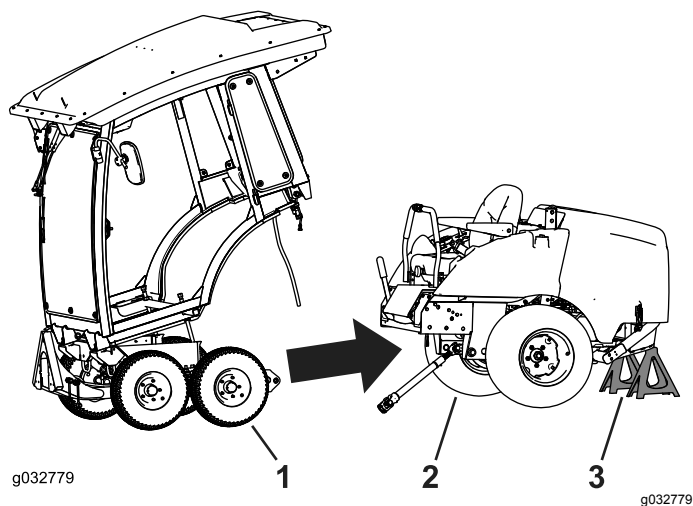

図 68
1. 冬用フレームをマシンに整列させ、バックさせて突き合わせる 図 68。
3. マシンをジャッキアップしたら、ジャッキスタンドで支える 図 68。